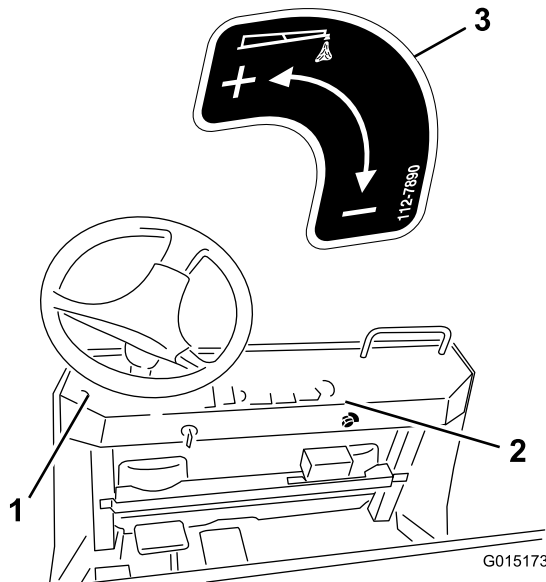

Figure 21
10. Placez l'autocollant comme illustré à la Figure 21.